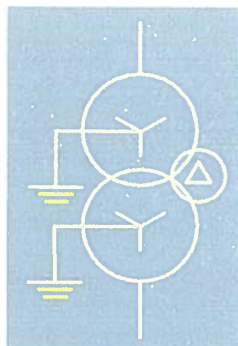

Fig. 7.97
2. Transformatorul este „**deconectat**” și nu este prezentă starea de „**legat la pământ**”. În această situație, T-ul va fi reprezentat cu alb indiferent de nivelul tensiunii, cu excepția legăturii la pământ a neutrului conexiunii stea care va avea culoarea galben. Fig. 7.97